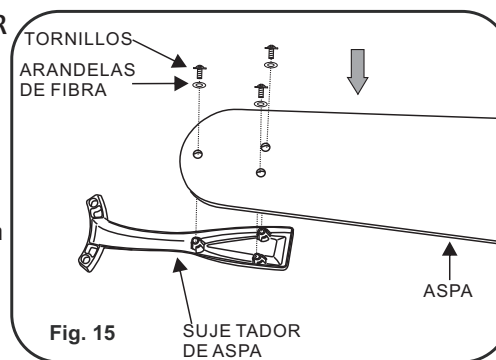

Fig. 15
Paso 1. Adjunte la aspa de ventilador a sujetador de aspa con los tornillos y arandelas de fibra siempre. Apriete los tornillos firmemente. Repita el proceso para el resto de las aspas. (Fig.15)